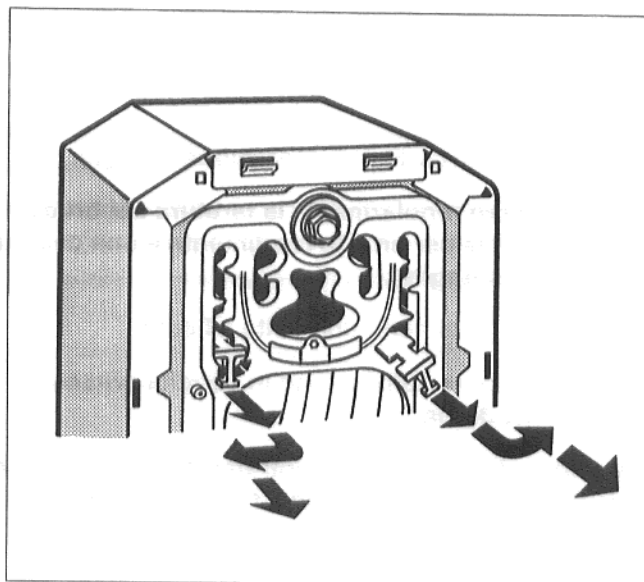

Fig. 34: Rimozione delle piastre guida fumi.
- Tirare leggermente in avanti le piastre guida fumi, ruotare verso l'esterno la staffa di sicurezza. Estrarre le piastre verso il davanti (Fig. 34).